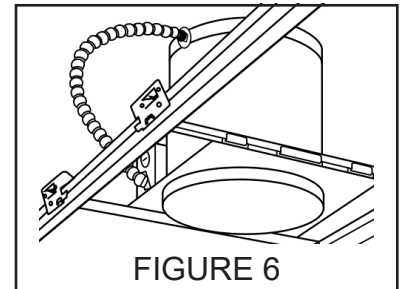
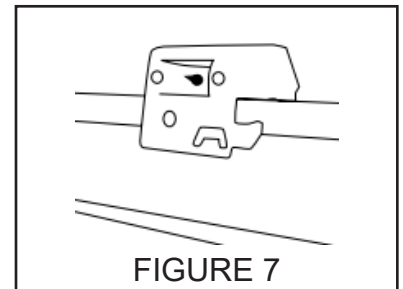

FIGURE 6
FIGURE 7
Step 3. Place fixture into position and snap bar hanger foot with integral T-bar clips onto T-bars (Fig. 6). Additional holes provided for securing with wire or screws as needed (Fig. 7).
Paso 3. Coloque el accesorio en su posición y ajuste el pie del estribo de suspensión con los clips integrados de la barra en T en las barras en T (Fig. 6). Se proporcionan orificios adicionales para asegurar con alambre o tornillos según sea necesario (Fig. 7).
Étape 3. Placer le luminaire en position et enclencher la barre de suspension avec l'encoche en T intégrée sur les barres en T (Fig. 6). Des trous supplémentaires sont prévus pour la fixation avec un câble ou des vis au besoin (Fig. 7).